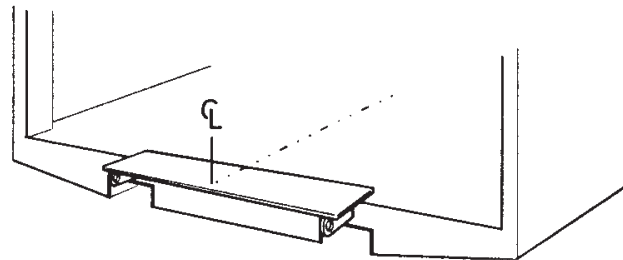

Abb.25. Schrauben oder Punktschweißen der Montagevorrichtung an der Hecktraverse Art.-Nr. 51724 für ZDK 250
2. Schrauben oder punktschweißen Sie die Montagebasis an der Hecktraverse, sodass der jeweilige Mittelpunkt überlappt. Siehe Abb.25